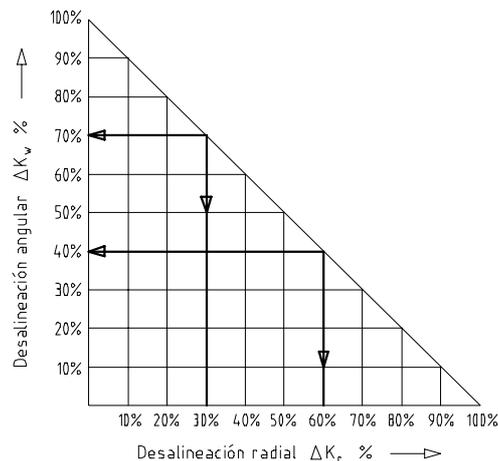

Figura 28: combinaciones de desalineaciones
- Los valores mencionados en la tabla 13 son los valores máximos, que no deben alcanzarse simultáneamente. Si se producen ambas desalineaciones radiales y angulares al mismo tiempo, la suma de los valores de desalineación no debe ser excedida ΔK_r o ΔK_w , respectivamente (ver figura 28).
Ejemplo para las combinaciones de desalineaciones indicadas en la figura 28: